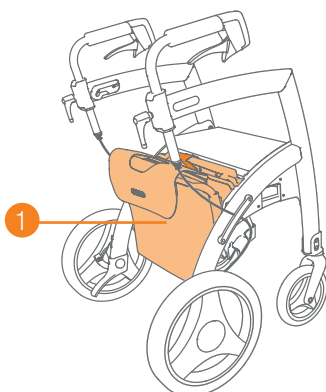

Figure 31: Kit chaise roulante fixé en bas.
- c. Placez le kit chaise roulante dans les évidements derrière le siège **(Figure 31)**.
- a. Fixez le kit chaise roulante à votre Rollz Motion avant votre départ **(Figure 31)**.